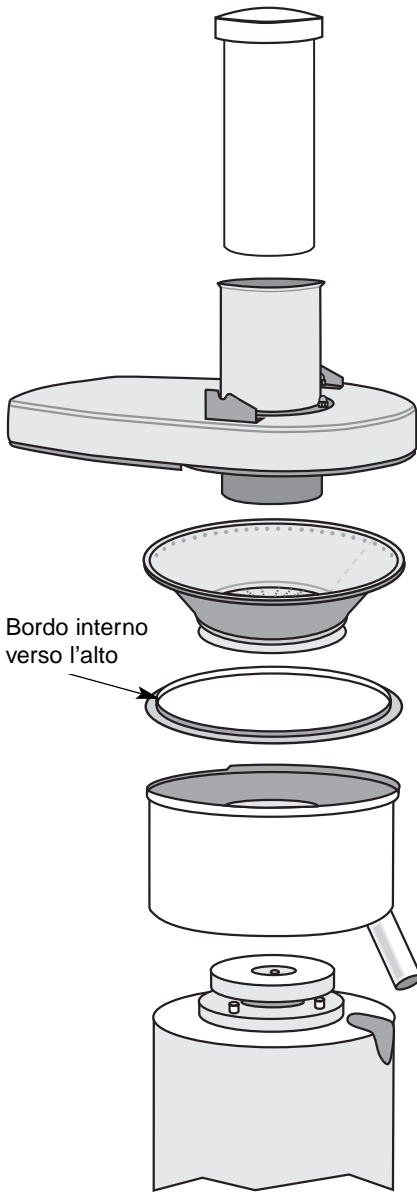
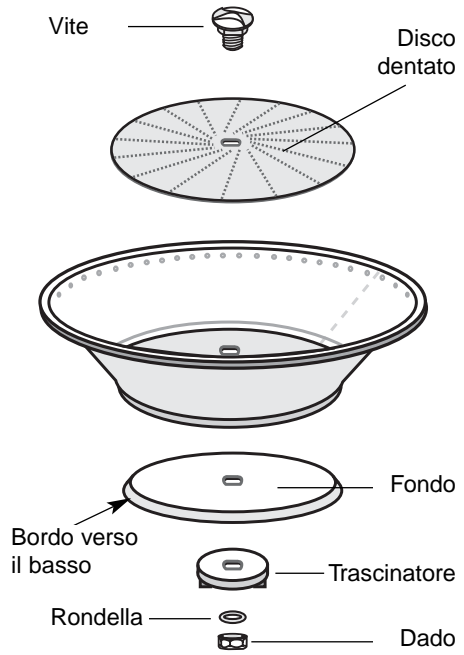

Fig. 8
Fig. 9
**Al primo utilizzo:** sciacquare con acqua corrente tutti gli elementi a contatto con gli alimenti: il pestello, la voluta, il cestello, la vasca, il vaso portascorie e il ritentore di polpa (per smontare i vari componenti vedere Fig. 8 e Fig. 9).
Per smontare questi componenti, sganciare la maniglia di chiusura e togliere nell'ordine il pestello, la voluta, il cestello, il ritentore di polpa e la vasca (Fig. 8). Montare nell'ordine inverso facendo attenzione di: posizionare il beccuccio di convogliamento del succo nell'apposita rientranza della base, **posizionare correttamente il ritentore di polpa con il bordo interno verso l'alto** (Fig. 8), posizionare il cestello nella vasca, verificando il corretto posizionamento del trascinatore del cestello sulla girante e posizionare la voluta sulla vasca.
- **Per la pulizia periodica completa** si possono smontare gli elementi del cestello svitando il dado del cestello (Fig. 9).
**Per smontare gli elementi del cestello**, tenere fermo con una mano il cestello e svitare il dado con una chiave a tubo numero 13 (Fig. 9). Spingere in seguito la vite del cestello estraendola.
Riassemblare nell'ordine inverso (Fig. 9) facendo attenzione di montare il fondo del cestello con il bordo verso il basso. **Per riassemblare gli elementi del cestello** avvitare con la chiave a tubo da 13. Assicurarsi di serrare adeguatamente.